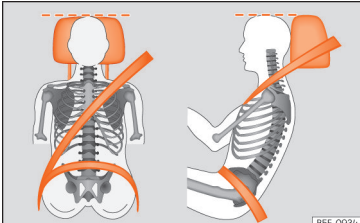

Abb. 19 Richtiger Gurtbandverlauf und richtige Kopfstützeinstellung.
riger als Augenhöhe – befindet. Den Hinterkopf so nah wie möglich an der Kopfstütze positionieren »» (Abb. 19).
- Fahrersitz in Längsrichtung so einstellen, dass die Pedale mit leicht angewinkelten Beinen durchgetreten werden können und der Abstand zur Instrumententafel im Kniebereich mindestens 10 cm (4 Zoll) beträgt »» (Abb. 19).